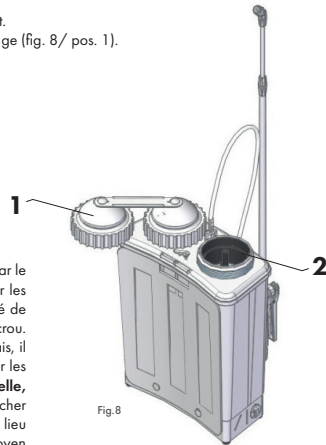
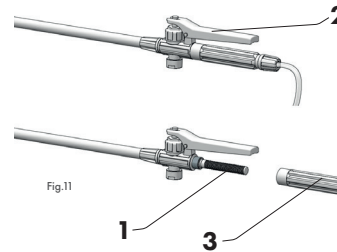
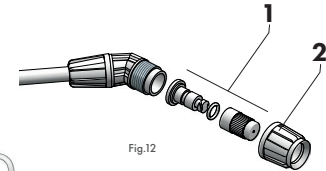

Fig.8
Fig.11
Fig.12
Dévisser l'écrou de sécurité de la cheminée de remplissage (fig. 8/ pos. 1).
Verser le liquide de pulvérisation préparé au préalable par le tamis installé sous celui-ci (fig. 8/ pos. 2) Il faut éliminer les salissures éventuelles du tamis. Visser l'écrou de sécurité de la cheminée de remplissage. Le tamis peut rester sous l'écrou. Transférer le pulvérisateur sur le lieu de travail. Désormais, il est possible de mettre le pulvérisateur sur le dos et ajuster les bretelles. **Il faut soulever le pulvérisateur par la bretelle, sans utiliser l'attache de sécurité.** Régler et attacher la ceinture de port. Diriger l'embout de la buse sur le lieu à pulvériser et mettre en marche la pulvérisation au moyen du levier près de la poignée de la buse (fig. 11/pos. 2). Pulvériser en suivant la direction du vent.
Il faut nettoyer périodiquement ou avant toute pause prolongée le filtre (fig. 11/pos. 1) installé dans la poignée de la buse (fig. 11/pos. 3) et le gicleur (fig. 12/pos. 1) installé à l'extrémité de la buse (fig. 1/pos. 7).
Dévisser l'écrou de l'embout de la buse (fig. 12/pos. 2). Remplacer le gicleur (fig. 12/pos. 1). Visser l'écrou de l'embout de la buse avec le gicleur sur la buse pour obtenir la fermeture hermétique. Il est possible de remplacer le gicleur sans vider la pression de l'appareil.
2. Appuyer sur le levier (fig. 11/pos. 2) en lançant la pulvérisation.